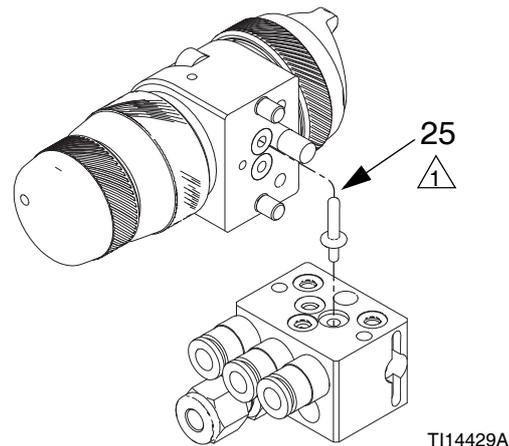

FIG. 1 : Pistolets avec collecteur
Voir FIG. 1. Le pistolet est expédié avec le bouchon mâle du fluide (25). Pour utiliser le pistolet dans un système à circulation, n'installez pas le bouchon mâle. Dans un système sans circulation, installez le bouchon mâle pour réduire le temps de rinçage.